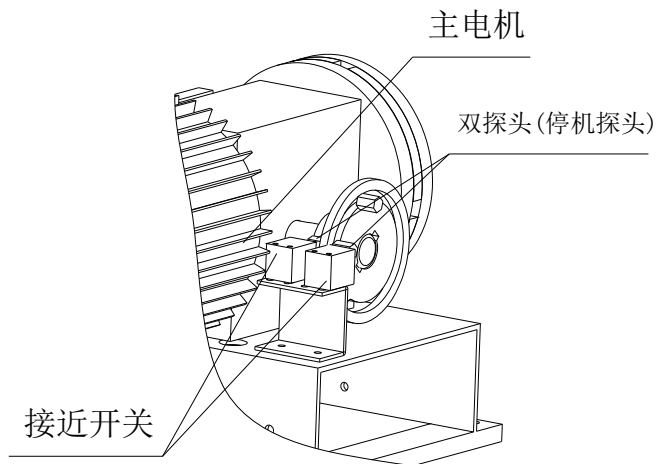

图 3-4
③. 当两接近开关感应到如图 3-4 所示停机探头时，主电机停转。